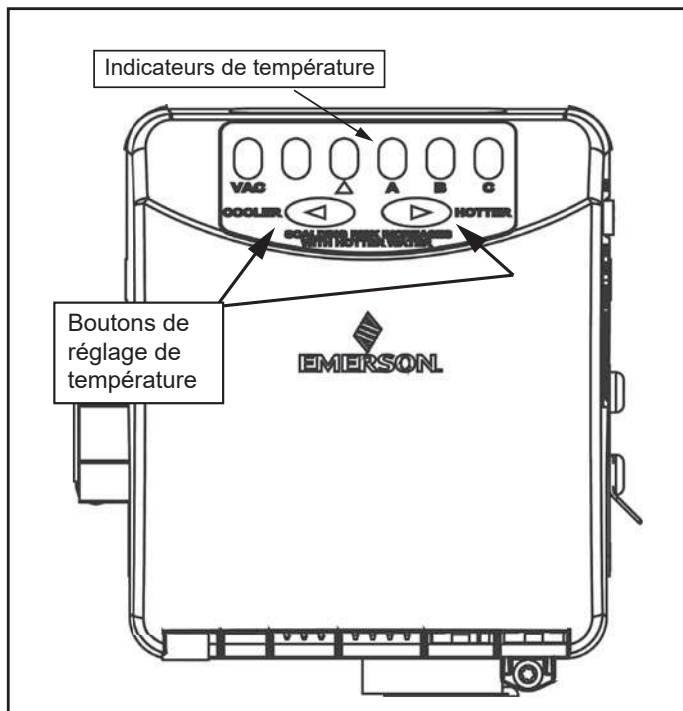

Figure 30. Réglage du thermostat
Les mitigeurs sont disponibles auprès des magasins de fournitures de plomberie ou en quincaillerie. Voir *Figure 2* (page 8). Installer les mitigeurs conformément aux instructions du fabricant. Avant de modifier le réglage d'usine du thermostat, voir *Figure 30*.
- Appuyer en même temps sur les boutons de réglage de température COOLER et HOTTER pendant une seconde pour réactiver les indicateurs de température. Voir *Figure 30* (page 32). Un ou deux des indicateurs de température doivent s'allumer. Ces indicateurs restent allumés pendant 30 secondes seulement si aucun autre bouton n'est actionné. Au bout de 30 secondes, la commande revient en mode de veille.